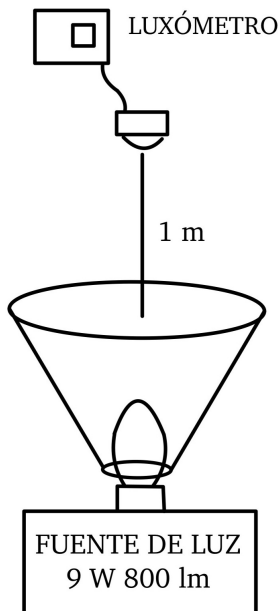

Figura 5: Reflector sobre la lámpara
6. Coloque el reflector cónico sobre la lámpara según lo muestra la figura 5. Tome la medición de iluminación a un metro sobre la vertical en luxes. Registre el resultado:
7. Coloque el reflector cónico sobre la lámpara según lo muestra la figura 5. Tome la medición de iluminación a un pie (0.3048 m) sobre la vertical en unidades footcandles. Registre el resultado: